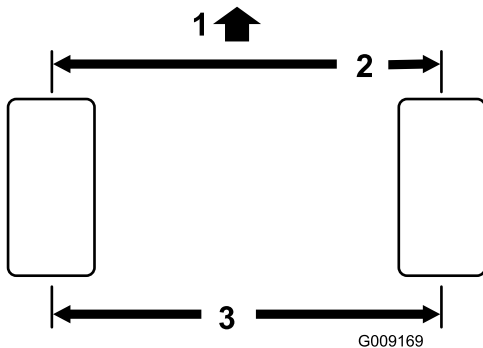

Figura 57
2. Meça a distância de centro a centro (à altura do eixo) na zona dianteira e traseira dos pneus da direção (Figura 57).